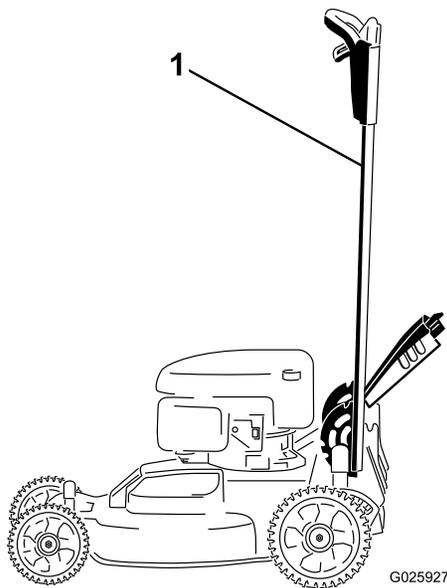

Bild 41
1. Arretieren Sie den Holm in der vertikalen Stellung (Bild 41), siehe Einstellen der Holmhöhe (Seite 11).